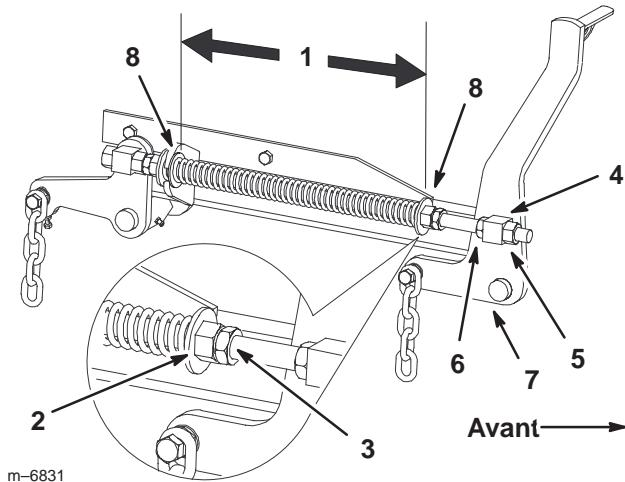

Figure 71
- Desserrez d'environ 13 mm (1/2 pouce) les écrous de blocage à l'avant des pivots avant gauche et droit (Fig. 71).
- Réglez les écrous de relevage sur les côtés gauche et droit de la machine de manière à **abaisser l'avant de 6 à 10 mm (1/4 à 3/8 pouce) au point A par rapport au point B à l'arrière** (Fig. 71).
2. Vérifiez que les deux grandes rondelles sont espacées de 26,7 cm (10-1/2 pouces) (Fig. 71).
3. Réglez cette distance en desserrant l'écrou de blocage du ressort et en tournant l'écrou devant chaque ressort (Fig. 71). Tournez l'écrou dans le sens horaire pour raccourcir le ressort, et dans le sens inverse pour l'allonger.
4. Bloquez l'écrou en position en serrant l'écrou de blocage du ressort (Fig. 71).